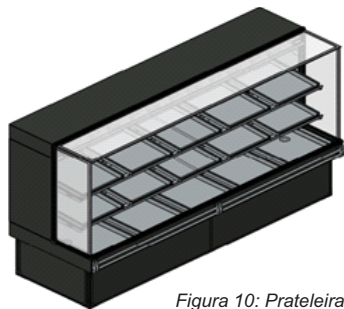

Figura 10: Prateleiras com bandeja
1. Encaixe as bandejas nos suportes que já estão fixados no produto conforme *Figura 10*.